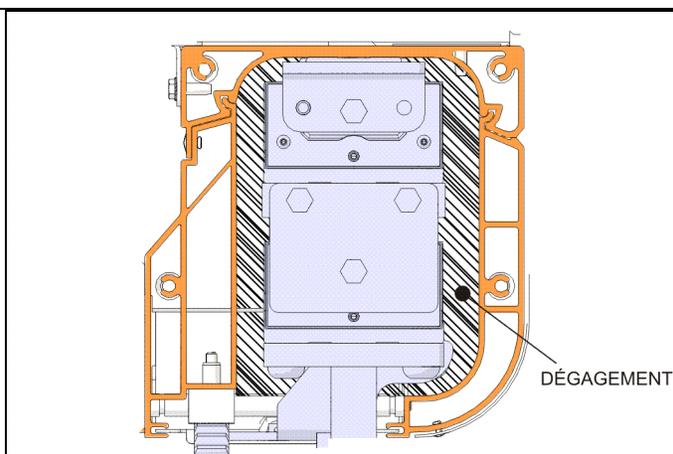

FIGURE 9: DÉGAGEMENT AUTOUR DE L'ENSEMBLE DE RAIL
- La cavité de l'extrusion recevant le rail fournit un dégagement suffisant autour de l'ensemble de rail pour permettre de tirer le caisson vers l'extérieur. (Figure 9)